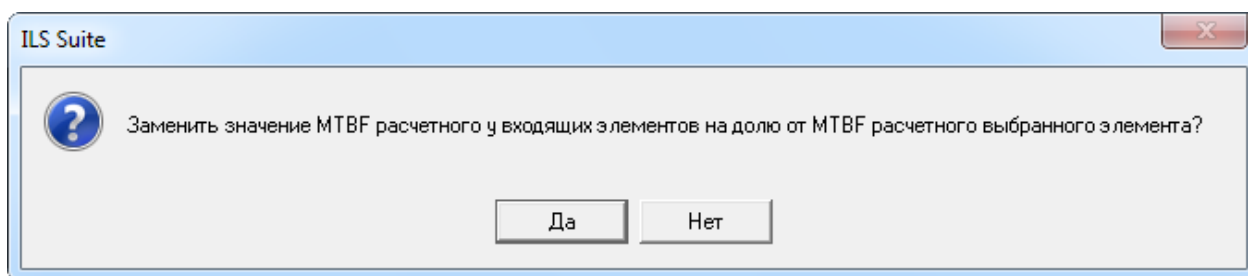

Рис. 10-112 – Диалоговое окно для подтверждения замены параметров надежности у дочерних компонентов
- 3) Нажать кнопку «Распределить» на панели «Действия» и выбрать нужную команду из раскрывающегося списка (рис. 10-112).